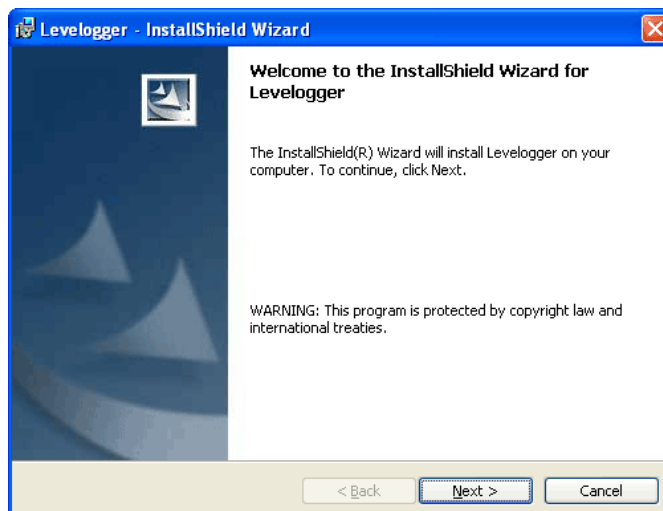

Figure 3-1 : Assistant d'installation du logiciel
- 3) L'assistant d'installation du logiciel vous guidera tout au long du processus d'installation restant. La figure 3-1 montre l'assistant d'installation de Levellogger.